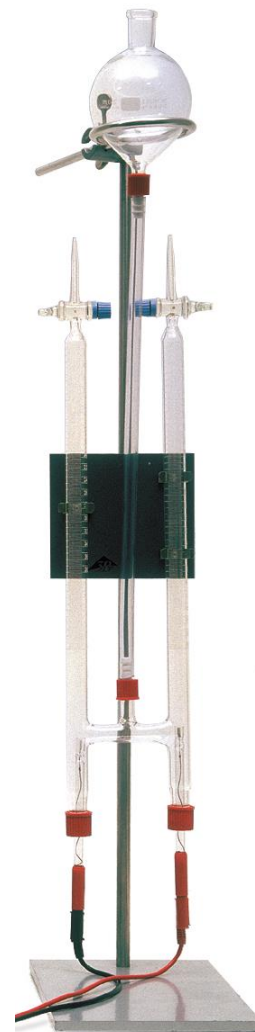

Fig. 1: Apparecchio di scomposizione dell'acqua di Hofmann.
- Fissare quindi il recipiente di livello alla massima altezza possibile dell'asta di supporto (Fig. 1). Sfilare il più possibile l'anello dal manicotto.